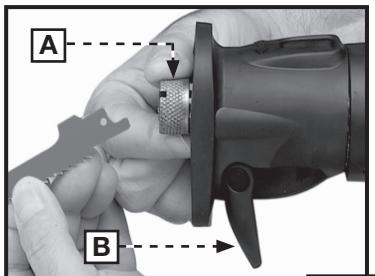

Fig. 3
NOTA: La zapata de guía giratoria Quik-Change™ puede quitarse temporalmente para facilitar la instalación de la segueta. Suelte la palanca de fijación (B), Fig. 3, para quitar la zapata (consulte la sección de este manual Montaje Y Ajuste De La Zapata De Guía Giratoria).